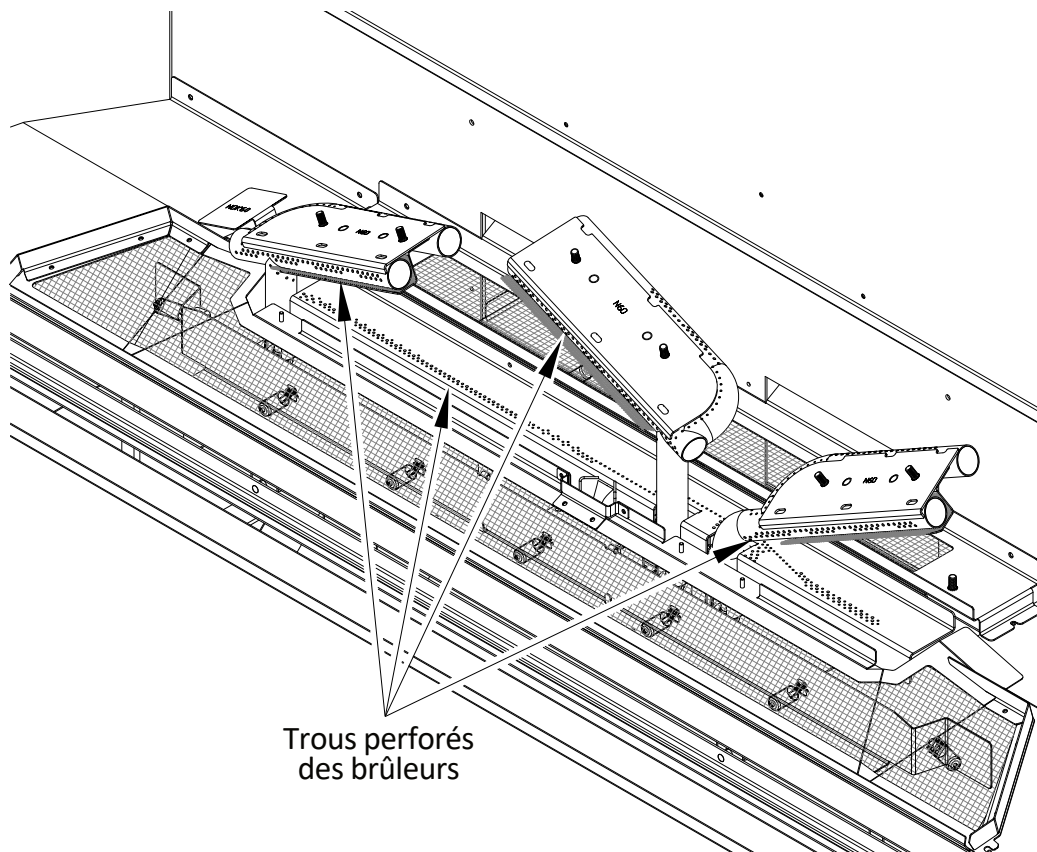

Figure 12.1 - Système de brûleurs
- Inspecter et vérifier que les brûleurs s'allument moins de (4) secondes après l'ouverture d'alimentation principale de la valve de contrôle de gaz. Vérifier tout câblage incorrect ou défectueux, et corriger ou remplacer au besoin. Inspecter les ouvertures d'air primaire (trous perforés des brûleurs, montrés à la Figure 12.1) et vérifier qu'aucun d'eux n'est bouché, surtout près de la veilleuse.
- Tester et chronométrer le temps de réponse aux échecs d'allumage du système de sécurité d'allumage. Celui-ci doit mettre le système hors tension avec arrêt de sécurité dans un délai maximum de (30) secondes.